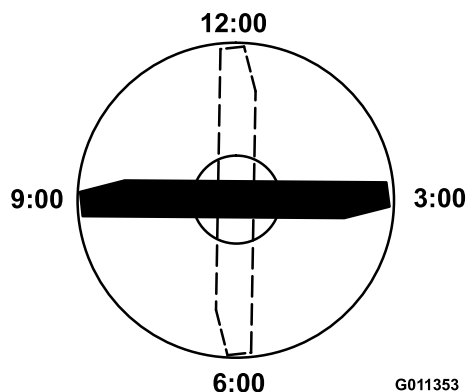

図 101
4. ブレードの印の付いているほうの端部を12時の位置車両進行方向に向け図 101、作業台の表面からブレードの切っ先までの高さを測定する。
5. 印の付いている端部を3時の位置と9時の位置に向けて図 101それぞれ高さを測定する。